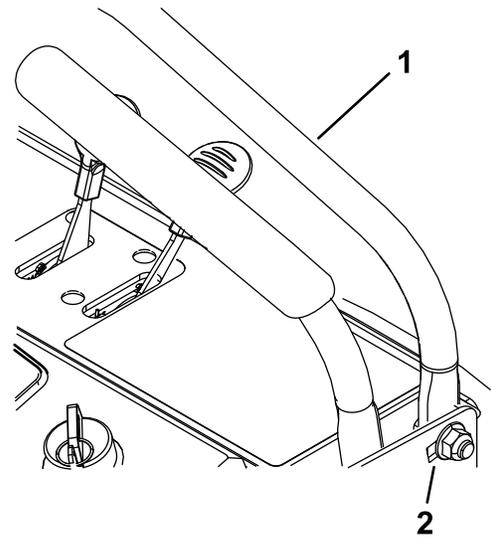

Figura 27
2. Afloje las tuercas en cada lado del panel de control (Figura 27).